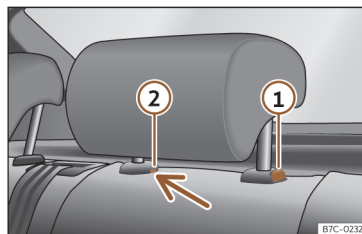

Fig. 88 Encostos de cabeça traseiros desmontagem.
- Pressione o botão >>> **Fig. 88 ①**, pressionando ao mesmo tempo através do orifício da trava de segurança ② com uma chave de fendas plana com um máximo de 5 mm de largura e retire o encosto de cabeça.